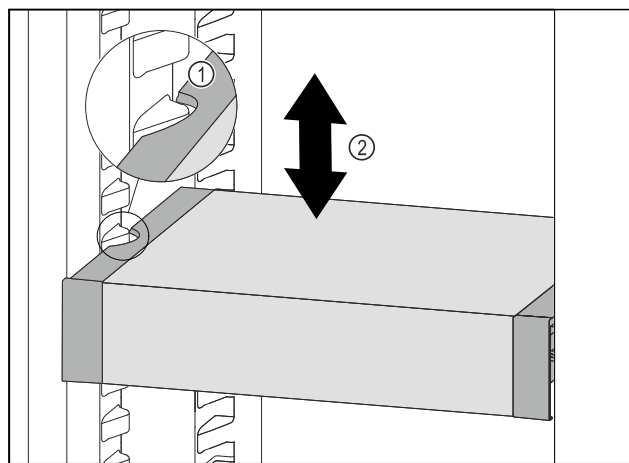

Fig. 40
- Táhněte VarioSafe dopředu, dokud nebudou boční vybrání VarioSafe na úrovni žebrování na nádoby v chladničce. Fig. 40 (1)
- Posouvejte VarioSafe v chladničce nahoru nebo dolů, dokud nedosáhnete požadované výšky. Fig. 40 (2)